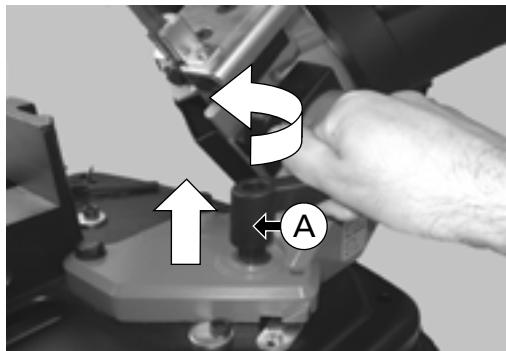

Fig. 19
Soulever la poignée (A) - (fig. 19) et la faire tourner dans le sens indiqué pour la desserrer.
Éléments des fig. 19 et 20